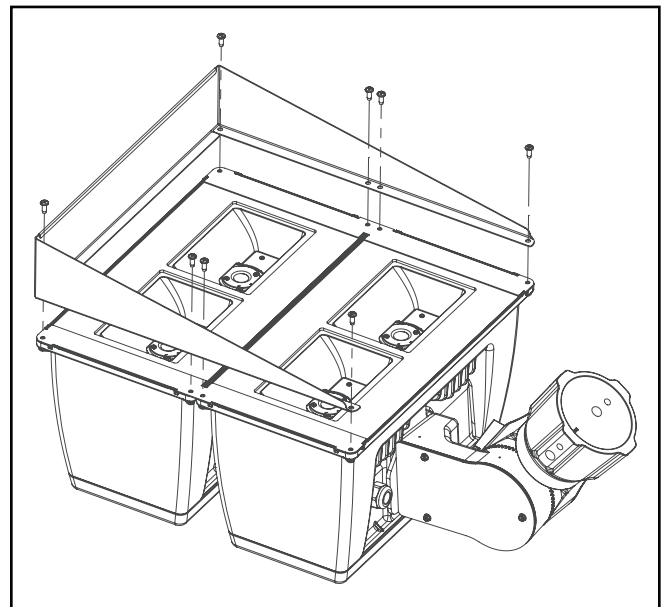

Figure 7
Visière (Figure 7).
1. Desserrez et retirez les (4) vis hexagonales 10-24 sur la partie frontale du luminaire et conservez-les pour vous y référer ultérieurement.
2. Alignez la visière avec les (4) trous de la partie supérieure de l'attache de la lentille. (Figure 7).
3. Utilisez les (4) vis hexagonales 10-24 pour fixer fermement la visière.